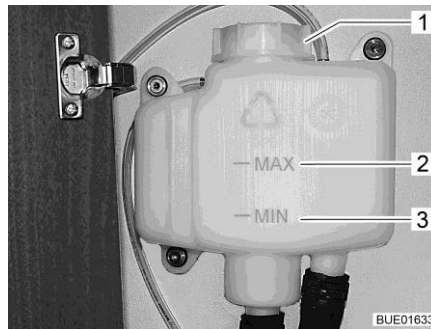

Bild 283 Ausgleichsbehälter ohne Blende
- Prüfen, ob am Ausgleichsbehälter (Bild 283) die Flüssigkeit zwischen der Markierung "MIN" (Bild 283,3) und "MAX" (Bild 283,2) steht.
- Am Ausgleichsbehälter den Drehverschluss (Bild 283,1) aufdrehen.